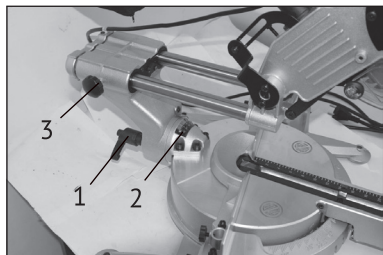

рис.7
-для установки угла наклона необходимо ослабить фиксирующую рукоятку (рис.7 поз.1), установить необходимый угол распила и надёжно затянуть фиксирующую рукоятку.
-для установки возможности продольного движения режущего блока необходимо ослабить фиксирующую рукоятку (рис.7 поз.3).